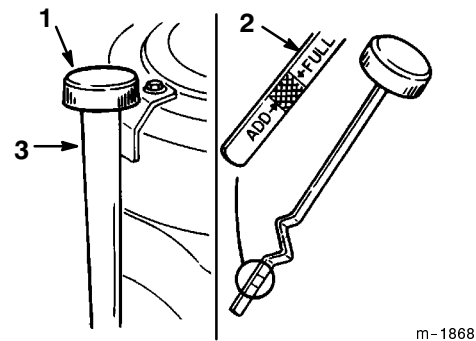

Figure 13
3. Nettoyez la surface autour de la jauge d'huile (Fig. 13) pour éviter que des impuretés s'introduisent dans le goulot de remplissage, ce qui risquerait d'endommager le moteur.
4. Dévissez la jauge d'huile et essuyez soigneusement l'extrémité métallique (Fig. 13).
5. Revissez la jauge complètement dans le goulot de remplissage (Fig. 13). Dévissez de nouveau la jauge et examinez l'extrémité métallique. Si le niveau est bas, versez lentement une quantité d'huile suffisante dans le goulot de remplissage pour amener le niveau au repère du plein ("FULL").
6. Versez lentement environ 80% de la quantité d'huile spécifiée dans le goulot de remplissage (Fig. 13). Vérifiez le niveau d'huile (voir Contrôle du niveau d'huile, page 20, points 4 à 5).